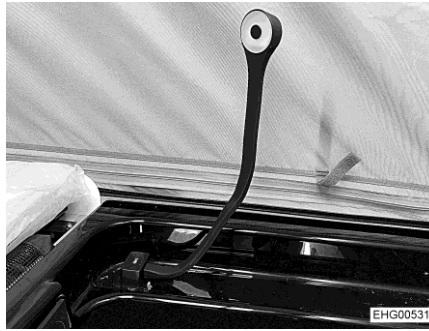
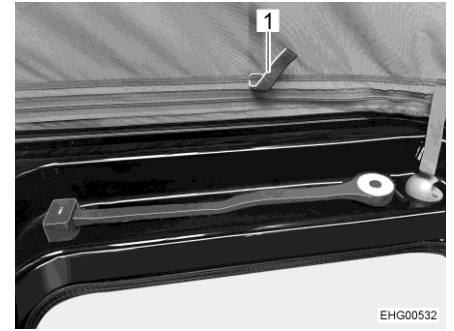

Bild 55 Schwanenhalsleuchte, Betriebsposition
Bild 56 Schwanenhalsleuchte, Transportposition
- Schwanenhalsleuchte von Betriebsposition (Bild 55) in Transportposition (Bild 56) zurückführen.
- Zeltstoff an den dafür vorgesehenen Laschen (Bild 56,1) nach innen ziehen.